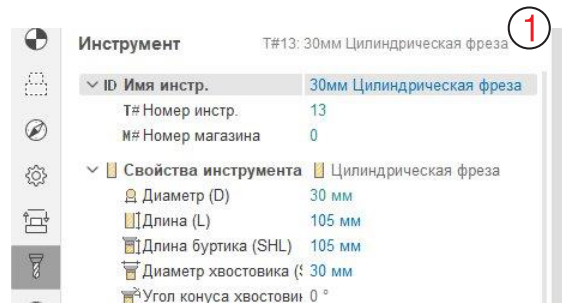

Рис. 3-12. Смена инструмента в операции через вкладку Инструмент.
Для применения в операции надо в режиме **Технология** на вкладке **Инструмент** (рис. 3-12) нажать на имя и выбрать из списка (1). В нижней части окна нажать **Выбрать инструмент для операции**. Можно было и редактировать существующий инструмент, система предложит 2 варианта: либо изменить инструмент во всех операциях, где он используется, либо создать новый. Нам надо создать новый.